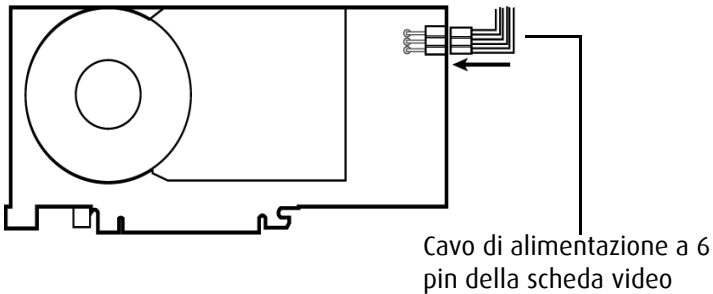

Figure 6: Collegamento dell'alimentazione per le schede MXRT 5100, 7100 e 7300
10. Collegare Display BARCO CORONIS 5MP MAMMO o più schermi a schede video per il sistema di visualizzazione BARCO CORONIS 5MP MAMMO utilizzando i cavi forniti in dotazione. Assicurarsi che tutti i cavi siano collegati correttamente prima di accendere il sistema. Le figure 6 - 12 mostrano i tipi di collegamento disponibili: